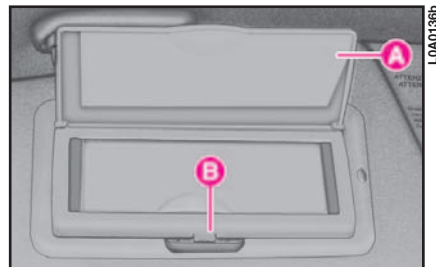

fig. 38
- 1) Sollevare lo sportello **A** (fig. 38).